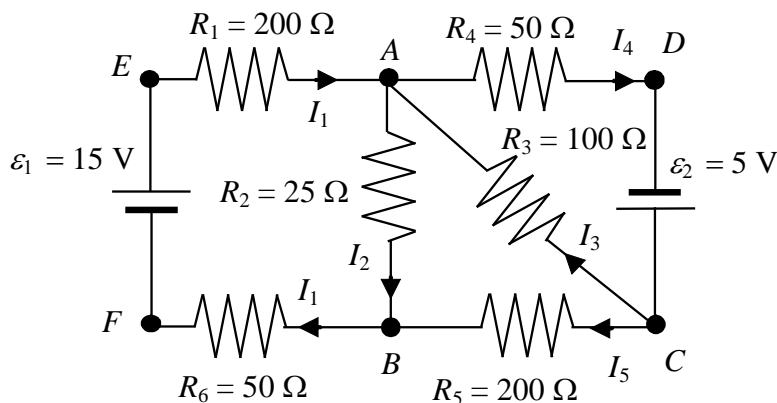
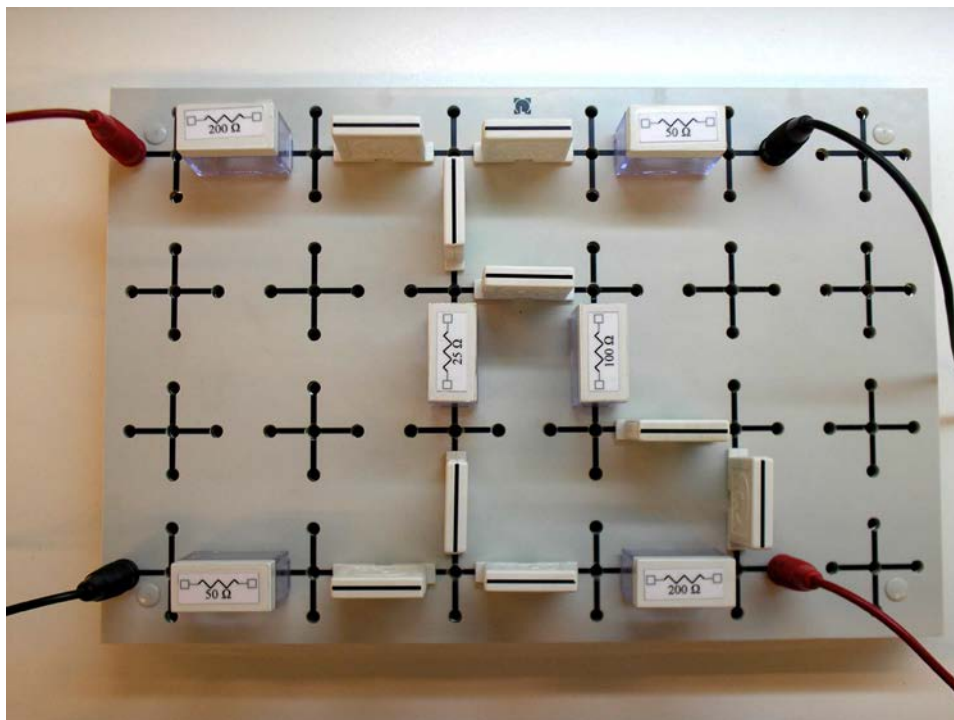

Figura 6
Figura 8
Calculeu els valors teòrics de les intensitats  $I_1^{te}, \dots, I_5^{te}$  del circuit de la Figura 6 resolent el sistema d'equacions (1)-(5). A partir de les equacions (1) i (2) podeu expressar  $I_4$  i  $I_5$  en funció de  $I_1$ ,  $I_2$  i  $I_3$ , i substituir aquestes expressions a les equacions (3), (4) i (5) de manera que us quedi un sistema de tres equacions amb tres incògnites.
1. Munteu el circuit de la Figura 6 en el tauler de connexions com s'indica a la Figura 8. Com que mesurarem les intensitats que circulen per les diferents resistències convé posar ponts a fi de deixar espai per fer les connexions en sèrie amb l'amperímetre (vegeu l'Apènx B).
2. Fixeu una font de tensió a **15 V** i connecteu-la a l'esquerra del circuit de la Figura 8. Fixeu l'altra font a **5 V** i connecteu-la a la dreta del circuit. Feu-ho tenint en compte les **polaritats** que s'indiquen a la Figura 6, és a dir amb el born positiu (vermell) de la de 15 V a  $R_1 = 200 \Omega$ , i amb el born negatiu (negre) de la de 5 V a  $R_4 = 50 \Omega$ . Amb un dels polímetres funcionant com a **voltímetre** per a corrent continu com s'explica a l'Apènx B (amb el selector del PROMAX a la posició  $V_{DC}$  o el del METRIX a la de  $V_{DC}$ ), mesureu la diferència de potencial entre els borns de cada font. Com que la resistència interna de les fonts és negligible, les lectures del voltímetre seran els valors de las fem  $\mathcal{E}_1$  i  $\mathcal{E}_2$ .